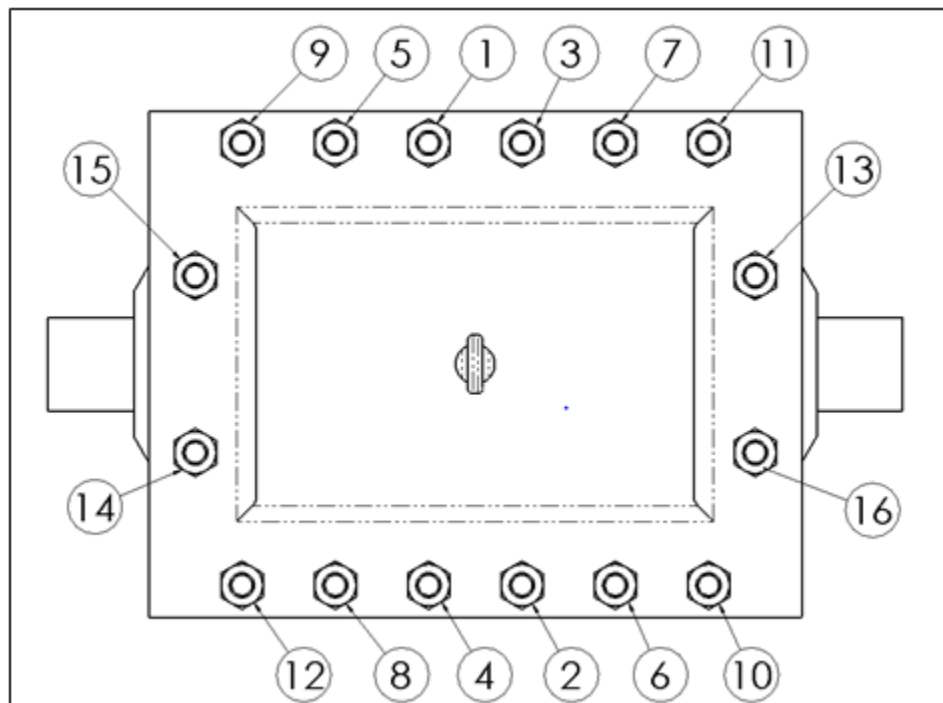

Figura 5
5. Apriete los espárragos de manera uniforme según el valor indicado para el tamaño de perno en la **Tabla de pares de apriete de PLIDCO** en la página 12 de estas instrucciones. Los mejores resultados se obtienen manteniendo un espacio igual todo alrededor de las barras laterales mientras se aprietan los espárragos. Para asegurarse de que haya un acoplamiento completo de la tuerca debe tenerse un mínimo de 1/4 pulgada (6.4 mm) del espárrago extendiéndose más allá de la tuerca. La secuencia de apriete de los espárragos debe seguir el patrón que se muestra en la Figura 5, y debe realizarse repetidamente como sigue: